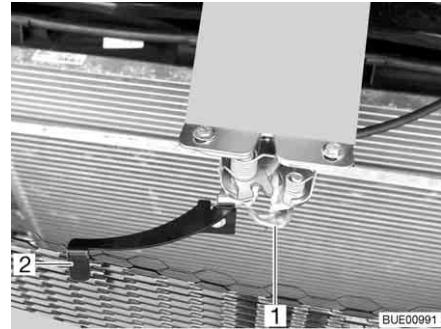

Fig. 27 Levier de déverrouillage capot moteur (extérieur)
- Dégager le crochet de sécurité (Fig. 27,1). Saisir pour cela le levier (Fig. 27,2) et le tirer de biais vers l'avant. Le capot moteur est maintenant déverrouillé sur les modèles avec crochet de sécurité.